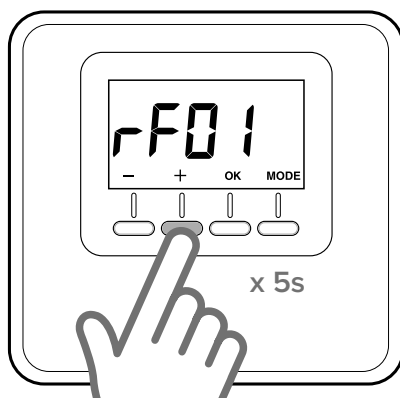

Fig. 7
- Pressionar novamente a tecla “+” por 5 segundos para aceder aos parâmetros técnicos, o visor apresenta o parâmetro “rF01”. (Fig. 7)